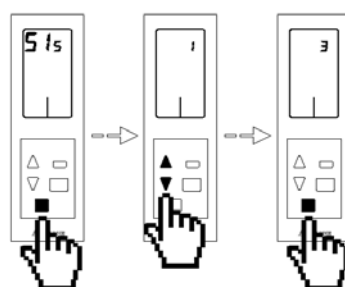

Fig. 91
- **Dirección de sistema 515:** Esto permite definir el número del sistema en su instalación. Por defecto muestra el valor 1. Para modificar el valor de la dirección pulse el botón de confirmación  para acceder a su configuración. Utilice las flechas   para modificar la dirección. El sistema mostrará los valores de dirección libres con un valor máximo de 247. Una vez seleccionado el valor correcto pulse el botón de confirmación  (Fig. 91)